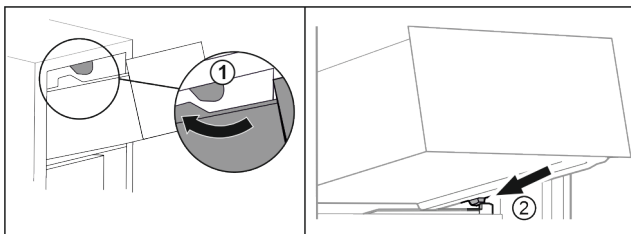

Fig. 97
- ▶ Schubfach um die oberen Stopper herumführen. Fig. 97 (1)
- ▶ Schubfach schräg hinter den unteren Stoppern auf Behälterrippe aufsetzen. Fig. 97 (2)